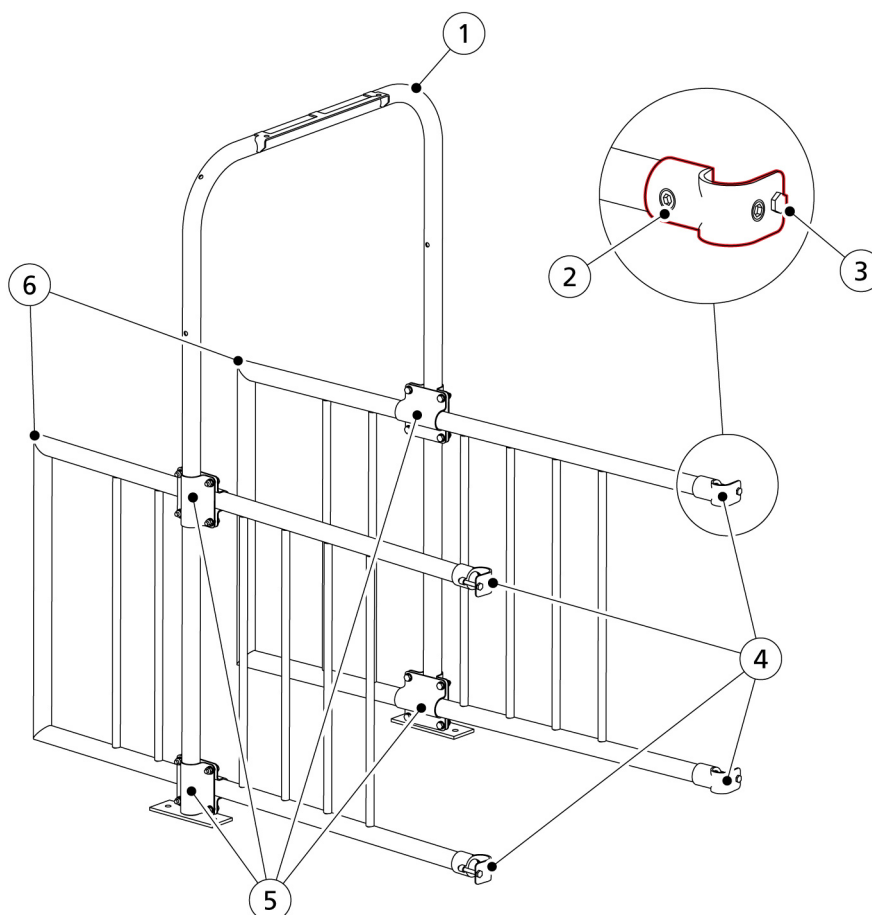

Abbildung 16. Montage der Portalrahmen und Gitter
1. Legen Sie den vorderen Portalrahmen (1, abb. 16, Seite 5-5) auf den Boden und halten Sie ihn fest.